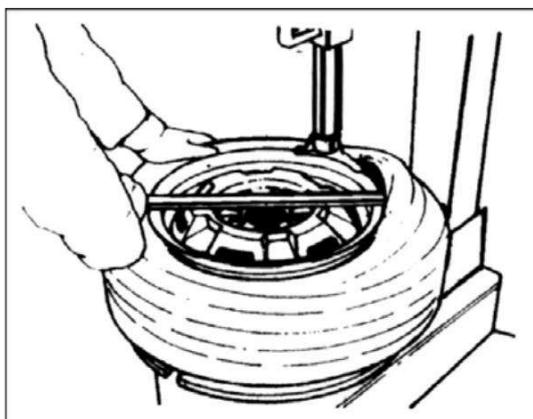

図 21
4.1.4 バールを使用して、ビードをツールヘッド(図 21)の上に出します。